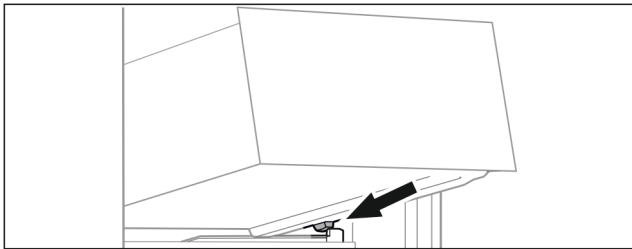

Fig. 69
- ▶ Встановити висувний ящик за стопорами на ребро для резервуару навкоси. (див. Fig. 69)